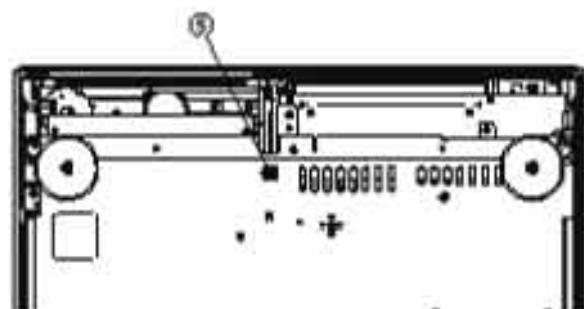

Fig. 3
- Remove 1 screw (⑤) in Fig. 3.
- ⑤のネジ1本を外します。(Fig. 3)